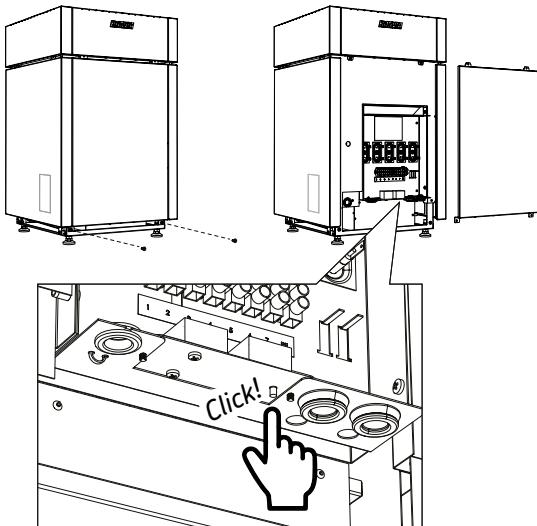

Рисунок 14. Сброс защиты от перегрева в парогенераторе
- Проверьте, не сработала ли защита от перегрева. (Рисунок 14. Сброс защиты от перегрева в парогенераторе)
- Инструкции по сбросу защиты от перегрева парогенератора (Рисунок 14. Сброс защиты от перегрева в парогенераторе)